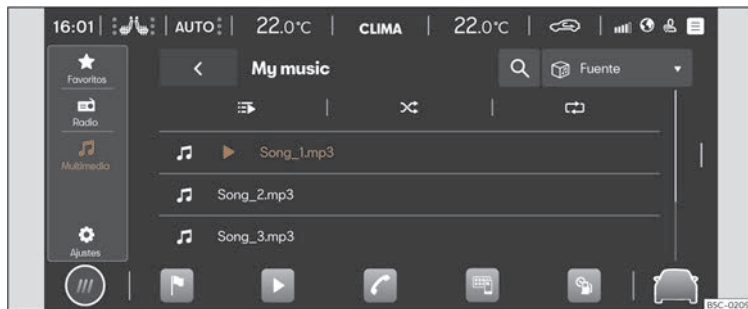

Fig. 171 Representació esquemàtica: Vista Multimedia.
- Premeu **HOME** > ► > **MEDIA** >>> **fig. 171**.